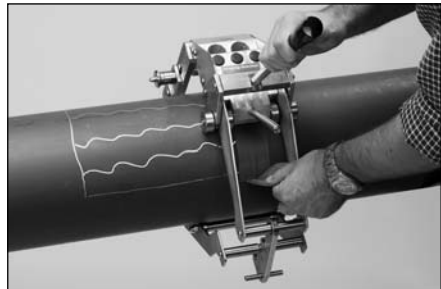

Abb. 8
**Entfernen Sie den Span nach jedem Schälhub (Abb. 8).**